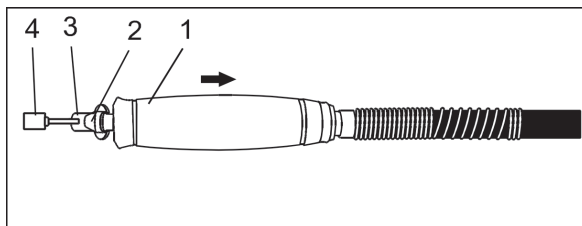

Рис. 6
3. Отведите ручку - фиксатор 1 (Рис. 6) в заднее положение для фиксации вала, ключом 3 (рис.6) ослабьте крепление цанги 2 (Рис. 6), вставьте оснастку 4, подходящую по диаметру в крепление 2 (Рис. 6), затяните ключом в обратной последовательности.